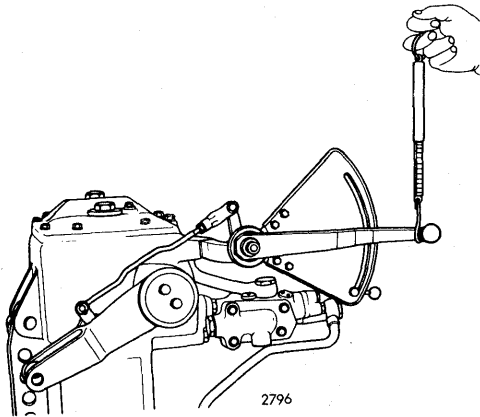

Fig. 34.
2. Reguleringsgrebets friktionsmodstand skal være 3 kp målt ved kuglen og vinkelret på armen - se fig. 34. Justering foretages på reguleringsgrebets møtrik på akslen.